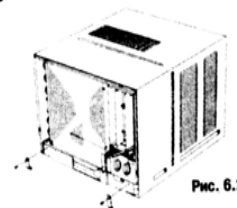

Рис. 6.2
2. модели ACW-12E и ACW-18E имеют два стопорных винта в задней части корпуса, которые тоже необходимо удалить (рис.6.2.).